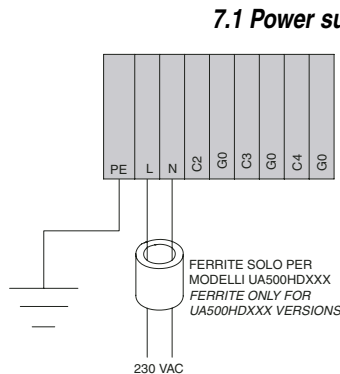

Fig. 7.1.1
N.B.: per le versioni UA500HD1XX viene fornita in dotazione una ferrite da applicare al cavo di alimentazione come indicato in Fig. 7.1.1.
N.B.: the UA500HD1XX versions are supplied with a ferrite to be fitted to the power cable, as shown in Fig. 7.1.1.